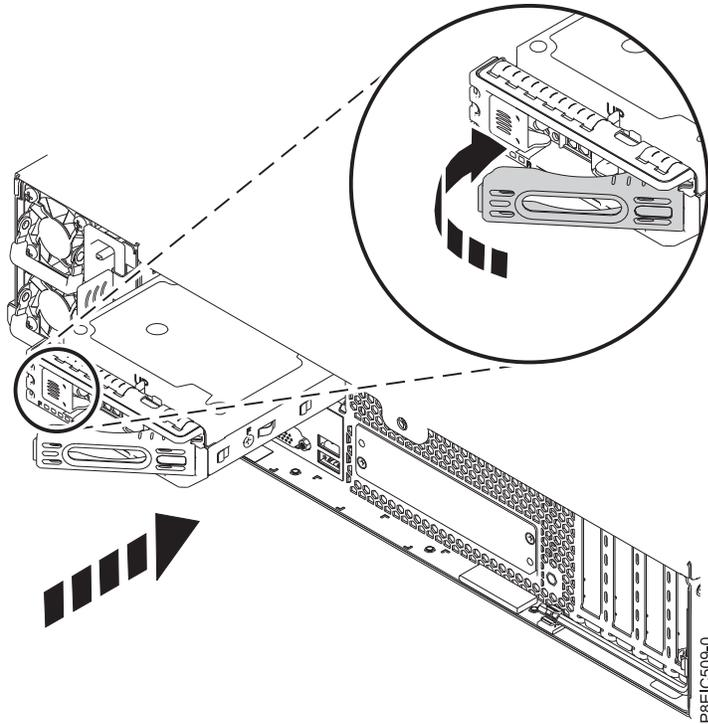

Abbildung 18. Griff für die Laufwerkhalterung an der Rückseite einrasten lassen
6. Halten Sie die Laufwerkhalterung an der Unterseite, wenn Sie das Laufwerk positionieren. Schieben Sie die Laufwerkhalterung vollständig in das System. Schieben Sie die Laufwerkhalterung so weit hinein, bis der Griff beginnt, sich zu schließen. Drücken Sie den Griff anschließend so weit hinein, bis er einrastet (siehe Abb. 18 auf Seite 19).